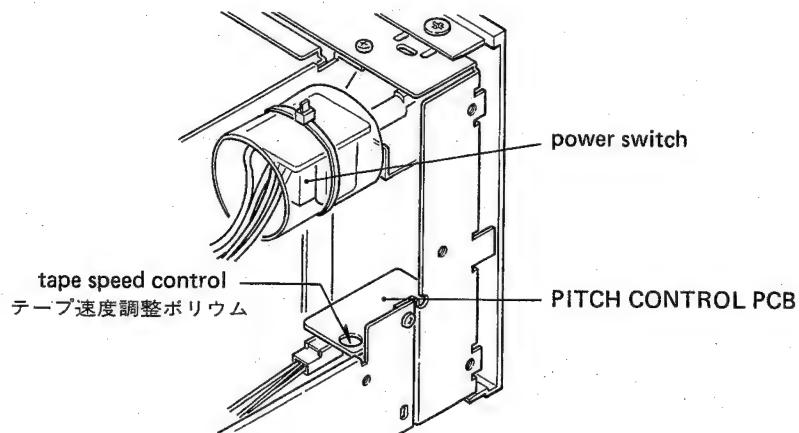

Fig. 4-8
c) Adjust the trim pot R571 (refer to fig. 4-8) provided on the rear side of the PITCH CONTROL using a small “-” driver with the handle completely insulated from the blade to obtain a 3000 Hz ± 5 Hz reading on the frequency counter.
c. 周波数カウンタが3000Hz ± 5 Hzを示すようにピッチ・コントロールの裏側にある半固定抵抗 R571 (図4-8)を回して調整する。調整には柄が刃先から完全に絶縁されている小型マイナス・ドライバを用いること。